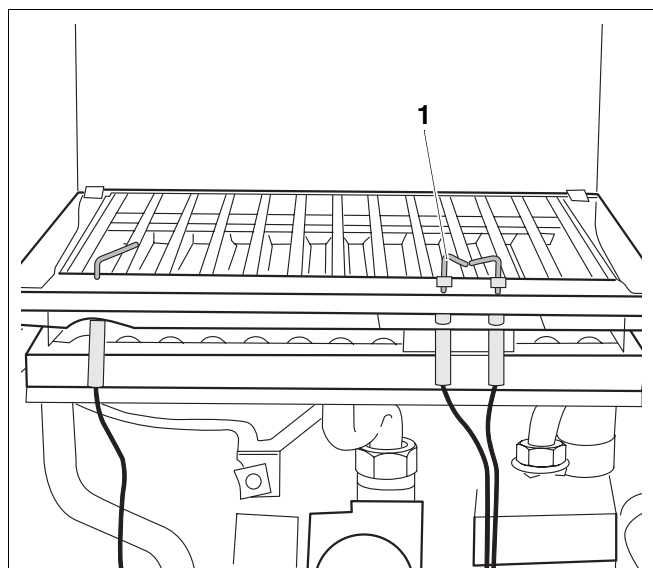
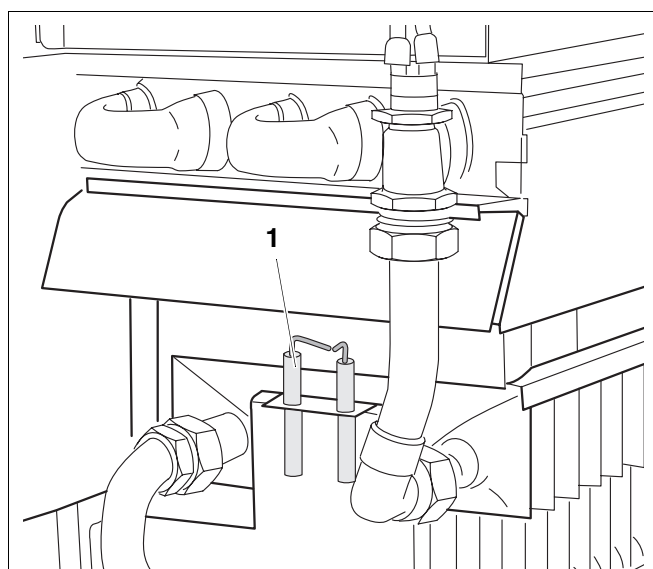

Fig. 22 Remplacer l'électrode d'allumage U002/U004
Fig. 23 Remplacer l'électrode d'allumage U102/U104
- Dévisser les vis de fixation et enlever l'électrode d'allumage (fig. 22, pos. 1 ou fig. 23).